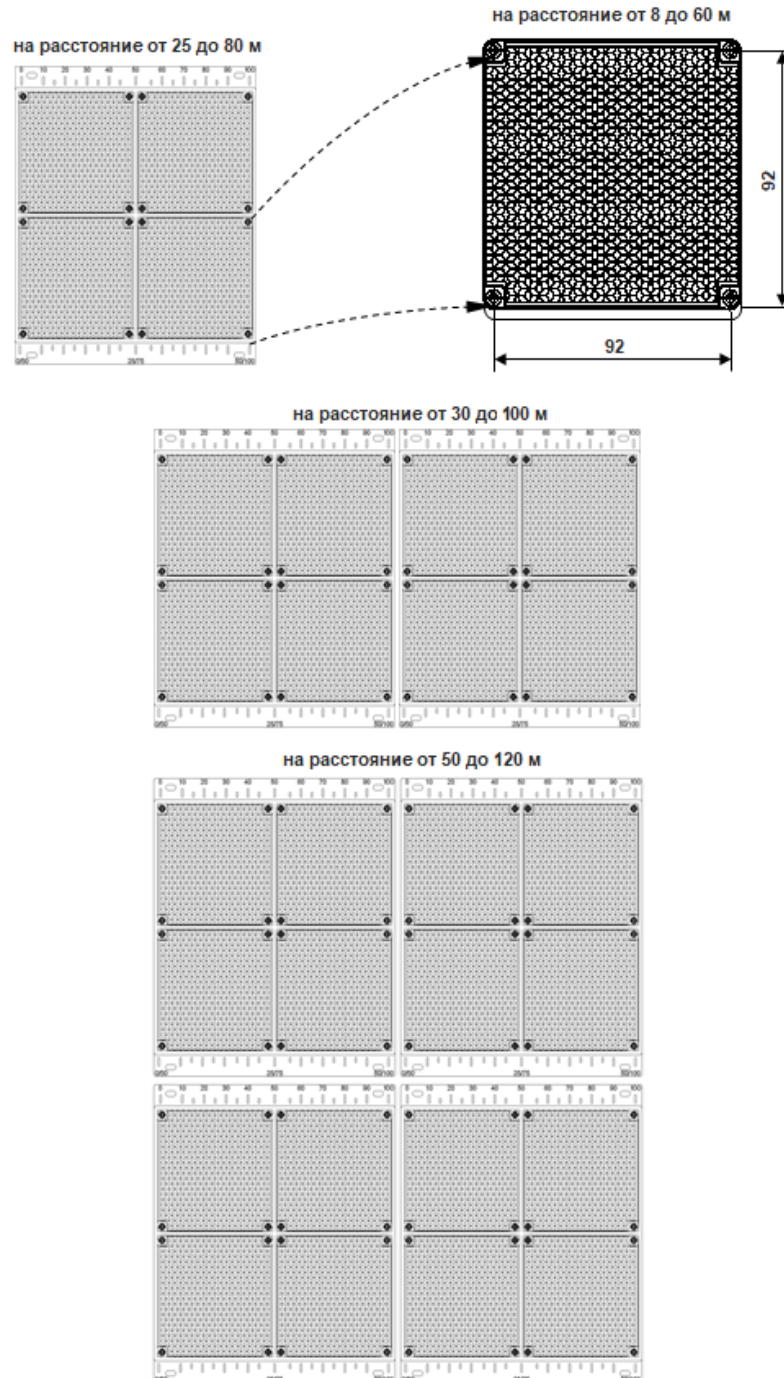

Рисунок 8
3.5.3 Если имеется возможность, то разместите приёмопередатчик и рефлектор-отражатель напротив друг друга на расстоянии не менее 8 м. Для варианта поставки до 80 м, 100 м и до 120 м необходимо перекрыть 3/4 поверхности стандартного рефлектора или использовать один из четырёх отражающих элементов рефлектора, демонтировав его в соответствии п. 3.6.2 и рис. 8.